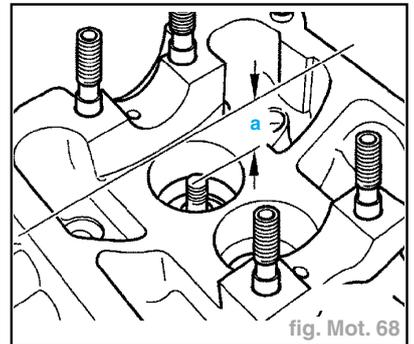

fig. Mot. 68
- Mesurer l'écart (**a**) entre l'extrémité de la queue de soupape et le bord supérieur de la culasse (fig. Mot. 68).